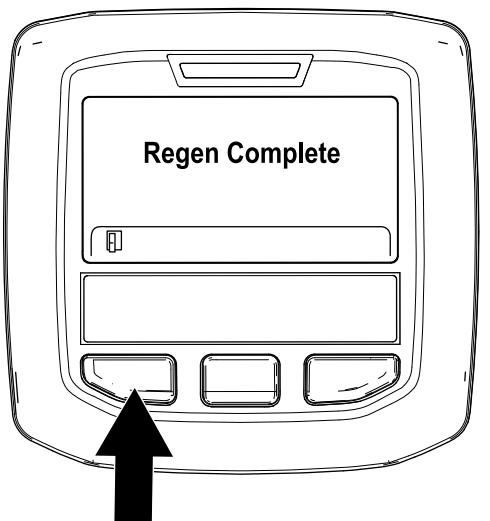

Рисунок 51
- Регенерация с парковкой будет завершена, когда на дисплее инфо-центра появится сообщение «Regen Complete» («Регенерация завершена»). Для перехода на главный экран нажмите левую кнопку (Рисунок 51).